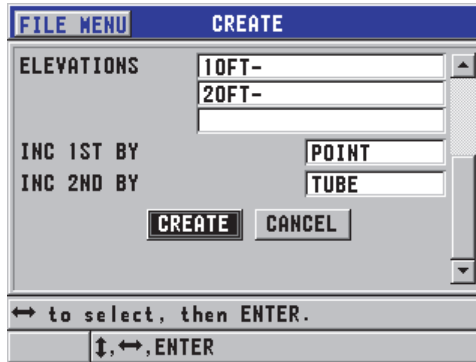

Figura 6-25 Configurar extensão de ID de arquivo de tipo caldeira
3. Na segunda página da tela **CREATE** (veja Figura 6-25 na página 117):